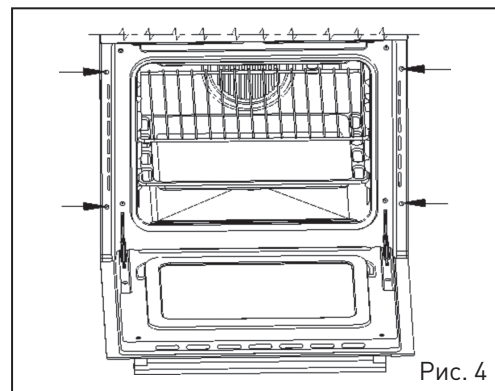

Рис. 4
2. Затем вставьте переднюю часть навесного элемента в ближнее отверстие, прижмите и потяните ее вниз (Рис.4).
Вставьте духовой шкаф в нишу и проверьте направляющие зазоры справа и слева — они должны быть равными. Для крепления духовки к стенкам кухонного шкафа откройте дверцу духовки, прикрепите духовой шкаф 4 винтами в 4 отверстиях, расположенных по периметру рамы (Рис.4).